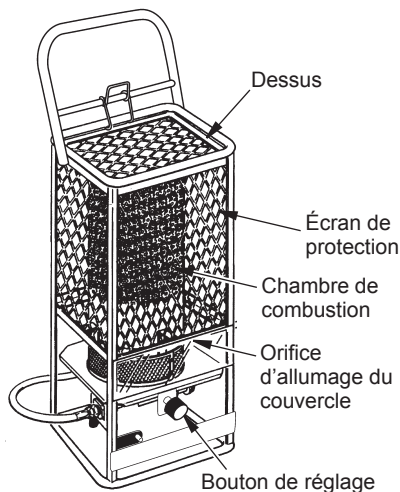
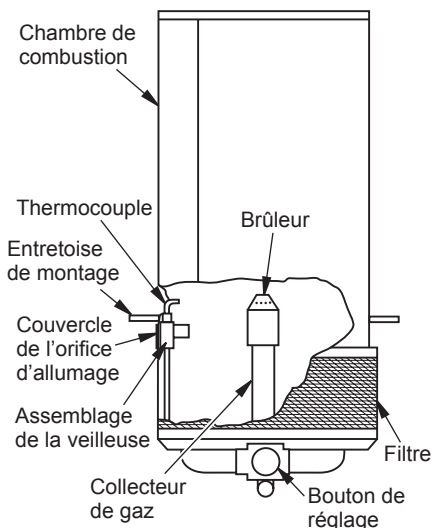

Figure 1 - Identification du produit **DÉBALLAGE**
Figure 2 - Identification des pièces de l'appareil
3. Tournez le bouton de réglage dans le sens des aiguilles d'une montre à la position OFF (Arrêt). Consultez la figure 1, page 3, et la figure 2 pour localiser les pièces de l'appareil.
- 7b. **Pour allumer la veilleuse avec une allumette,** poussez le couvercle de l'orifice d'allumage vers le côté (voir figure 2) et insérez une allumette allumée dans l'orifice. Appuyez sur le bouton de réglage et gardez-le enfoncé tout en observant le brûleur de la veilleuse. Assurez-vous que le brûleur de la veilleuse s'allume avec l'allumette. Laissez la veilleuse allumée pendant 30 secondes environ avant de relâcher le bouton de réglage. Si la veilleuse ne reste pas allumée, reprenez le processus d'allumage en gardant enfoncé le bouton de réglage plus longtemps.